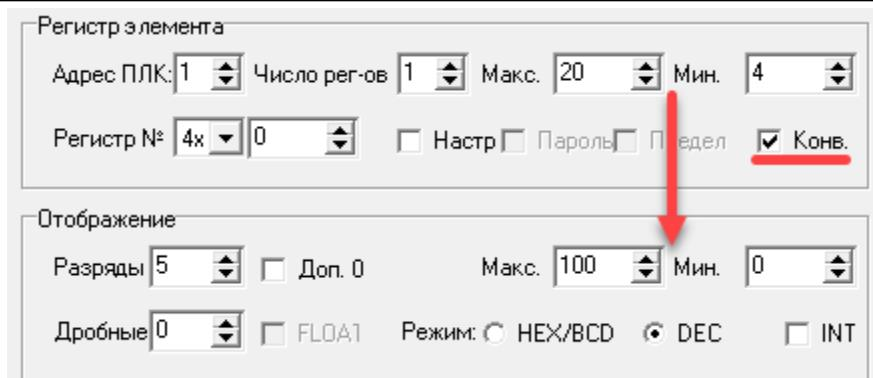

Рисунок 4.14 – Область отображения данных
- Переключатель «Конв.» – если флагок переключателя установлен, то значение регистра линейно масштабируется из диапазона Мин. – Макс. (Конв.) в Мин. – Макс. (Отображение). См. рисунок 4.14 – если $4 \times 0 = 12$, то на панели будет отображено число 50.
- Переключатель «Конв.» – если флагок переключателя установлен, то значение регистра линейно масштабируется из диапазона Мин. – Макс. (Конв.) в Мин. – Макс. (Отображение). См. рисунок 4.14 – если 4x0 = 12, то на панели будет отображено число 50.